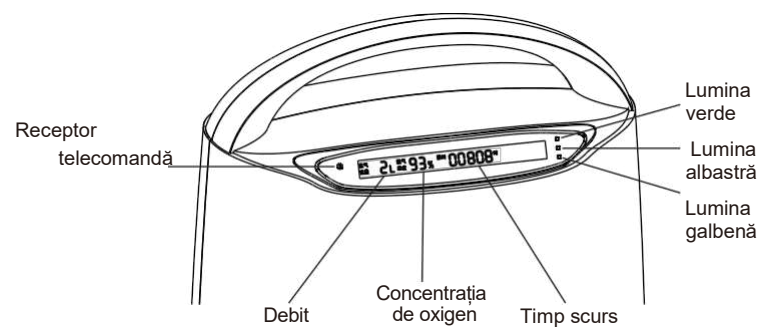

Figura 6: Panoul de afișare
1. Trageți umidificatorul în direcția din Figura 6, îndepărtați dopul de cauciuc și apoi umpleți sticla cu apă curată (sau apă distilată) până la nivelul indicat de producător. (Figura 8).
NOTĂ (1) Cea mai bună poziție pentru instalarea umidificatorului este prezentată în Figura 6
(2) Aparatul poate genera oxigen chiar și fără apă în recipientul de apă.